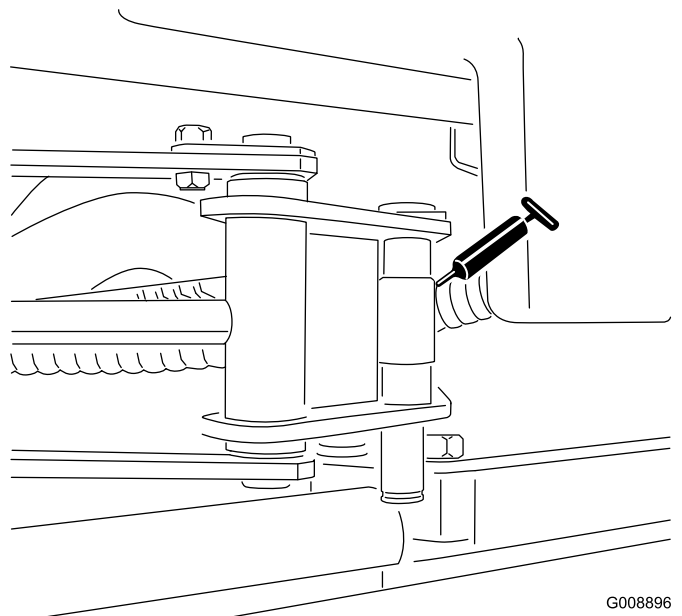

Figura 46
- Extremidades do cilindro do SideWinder (2; apenas modelo 03206) (Figura 46)